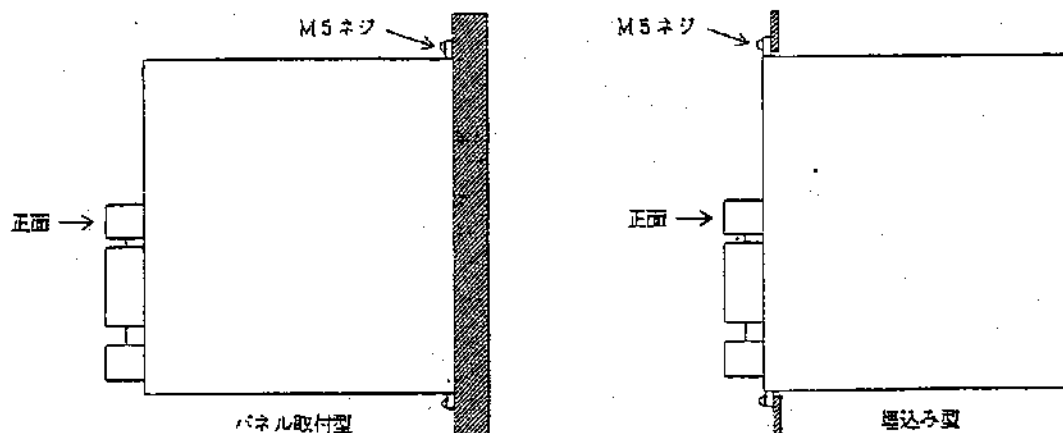

図3-4 NPSA-TMTA-201/401/801/152/222/372/752
- (3) NPSA-TMTA-201/401/801/152/222/372/752は、パネル取付けまたは埋込み型としてご使用いただけます。(図3-4 参照)